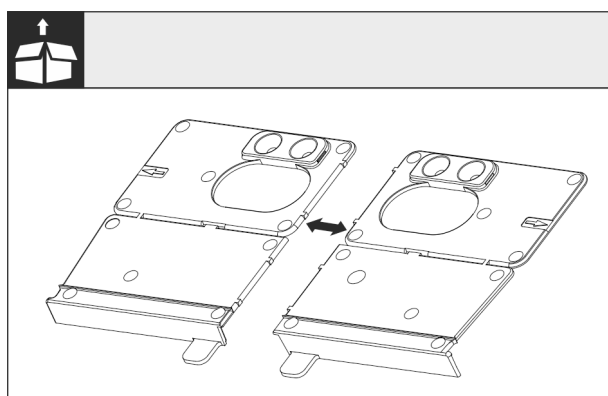

Fig. 27
- Разделете по перфорацията монтажните винкели на пода Fig. 27 O.